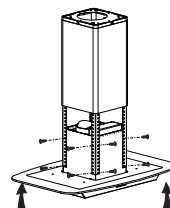

Bild.7
- Håll upp spiskåpan och använd 16 st M4\*10 stora planhuvade skruvar för att ansluta kåpan till vinkeljärnet, se bild 7.